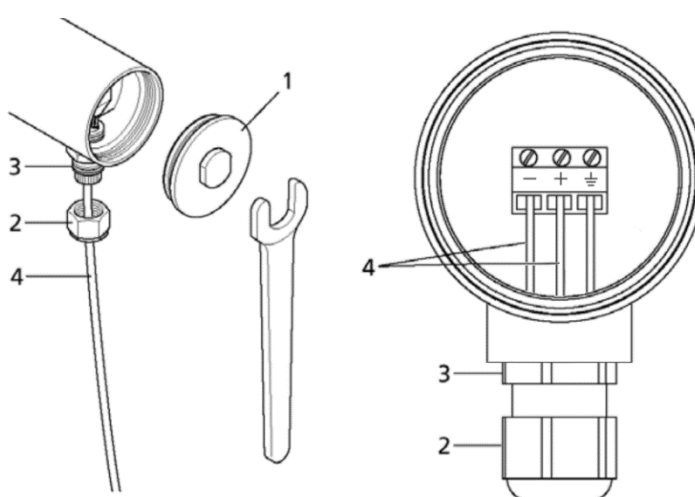

Рисунок 4. Схема подключения
На рисунке 2 показан внешний вид уровнемера LLT-MS. Электронный блок (1) имеет в верхней части отвинчивающуюся крышку (2) и резьбовое отверстие для кабельного ввода (3). Зажим провода заземления находится либо в нижней части электронного блока (4) либо на электрическом клеммнике (см. рис.4). К электронному блоку крепится волновод
В первую очередь следует убедиться, что подключаемая электрическая цепь обесточена. При помощи гаечного ключа необходимо открутить крышку (рис. 4 поз. 1). Затем открутить крышку (2) кабельного ввода (3). Продеть кабель (4) в кабельный ввод и присоединить разделанные жилы кабеля к электрическому клеммнику, соблюдая полярность. Прочно зафиксировать кабель в кабельном вводе при помощи крышки (2). Плотно закрутить крышку (1).